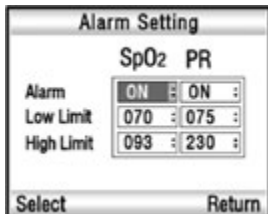

Рис. 6-2
В подменю установки тревоги (Alarm Setting), нажимайте кнопки «Верх/Вниз» для перемещения курсора к пункту Alarm (SpO2) или Alarm(PR), затем нажмите кнопку «Выбрать (Select)» для выделения этого пункта подменю. Нажимая кнопки «Верх/Вниз» установите ВКЛ(ON) или ВЫКЛ(OFF) см Рис. 6-2. Затем повторно нажмите «Выбрать (Select)» для подтверждения и сохранения настроек. Если вы выключите тревогу SpO2 и/или ЧП(PR) то значения пределов на экране будут со значком «х».